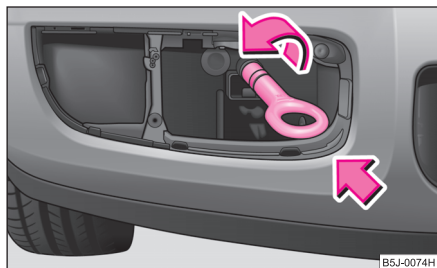

Fig. 177 Pare-chocs avant: Pose des oeillets de remorquage
- Visser manuellement l'oeillet de remorquage à fond vers la gauche ⇒ fig. 177.